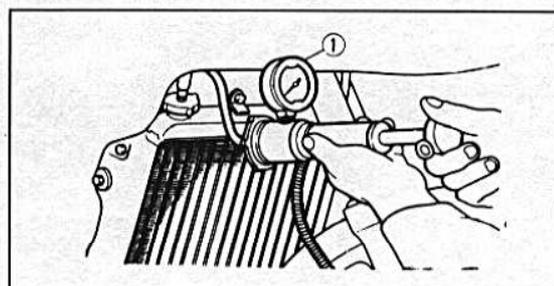

Bild 75
- Das Druckprüfgerät YU-24460-01 90890-01325 anschliessen und einen Druck von 1 bar erzeugen (Bild 75).